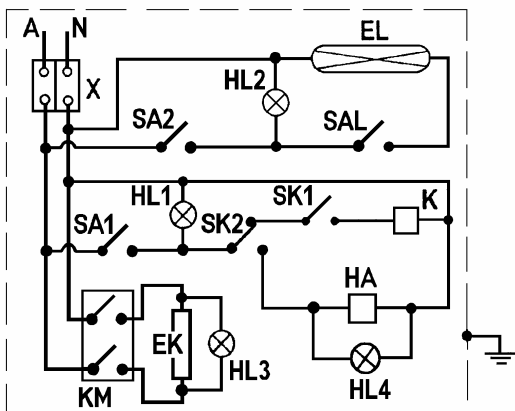

Рис.4
8.4 Схема электрическая принципиальная приведена на рис.4.